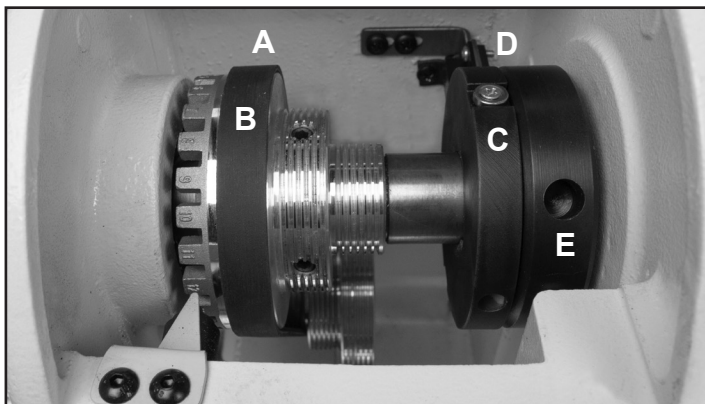

FIG. 16
A. CONTROLES DEL BLOQUEO DEL HUSILLO (FIG. 13, A) asegura el husillo del cabezal fijo para montar o quitar placas frontales o brocas. Para operarlo, simplemente gire la perilla que introducirá su clavija trasera en uno de los 4 orificios del Disco del Bloqueo del Husillo (Fig. 16, E). Gire la perilla en el sentido opuesto para desbloquear el husillo y reanudar el trabajo.
C. PUERTAS DEL CABEZAL FIJO: (FIG. 13, C & D) Alce la puerta superior/tapa 'C' para acceder a la transmisión del husillo y la polea indexada, el lector de RPM y los montajes del bloqueo del husillo (FIG. 16). Abra la puerta 'D' para acceder a la polea de transmisión del motor (página 18, Fig. 31).